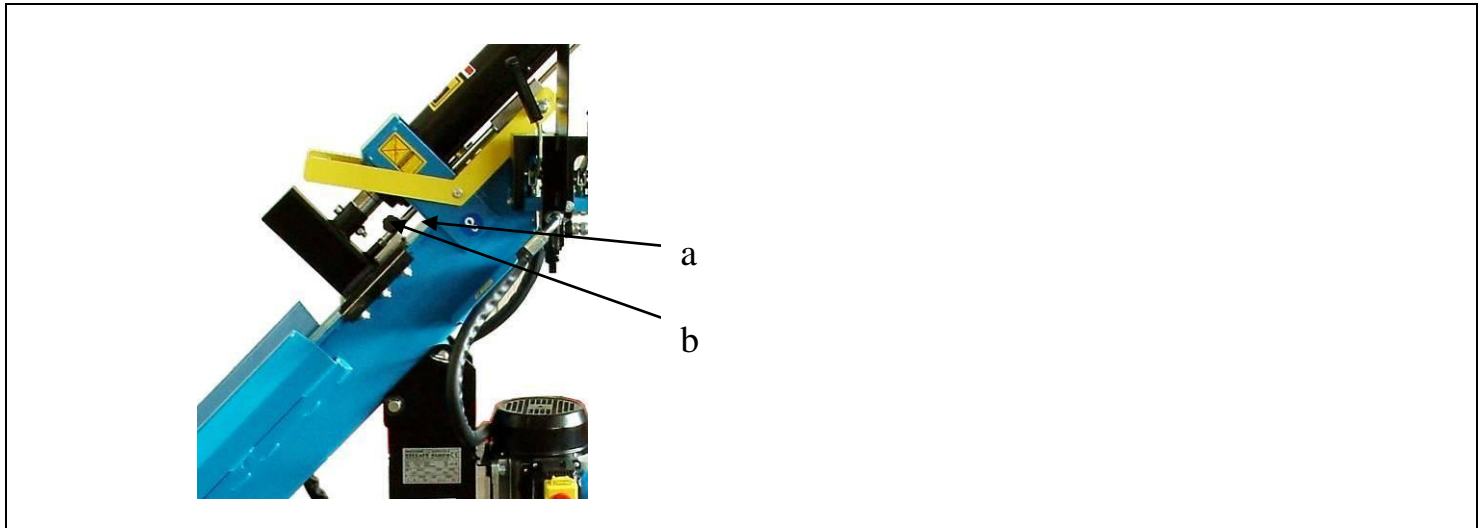

Fig. 13
Para efectuar esta regulación poner la cuchilla en posición de máxima apertura. Aflojar el prisionero, llevarlo sobre la varilla hasta la posición correspondiente a la carrera deseada y volver a apretar el prisionero(ver Fig13)
La astrilladora está diseñada para trabajar en tres posiciones: vertical, oblicua u horizontal para obtener la máxima versalidad y comodidad en su trabajo. Sacar el bulón de fijación (A) sobre el chasis, posicionar la astilladora en la posición deseada y poner el bulón nuevamente con su correspondiente presilla(ver fig13). Utilizando la máquina en posición vertical, bloquearla poniendo el bulón como en la figura.